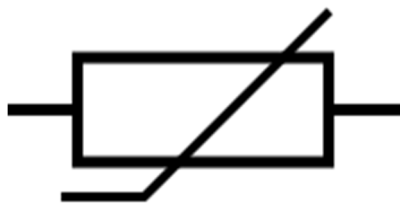

Рис.1
8. Какой вид условного изображения полупроводникового прибора представлен на Рис. 1? (выберите один правильный ответ):